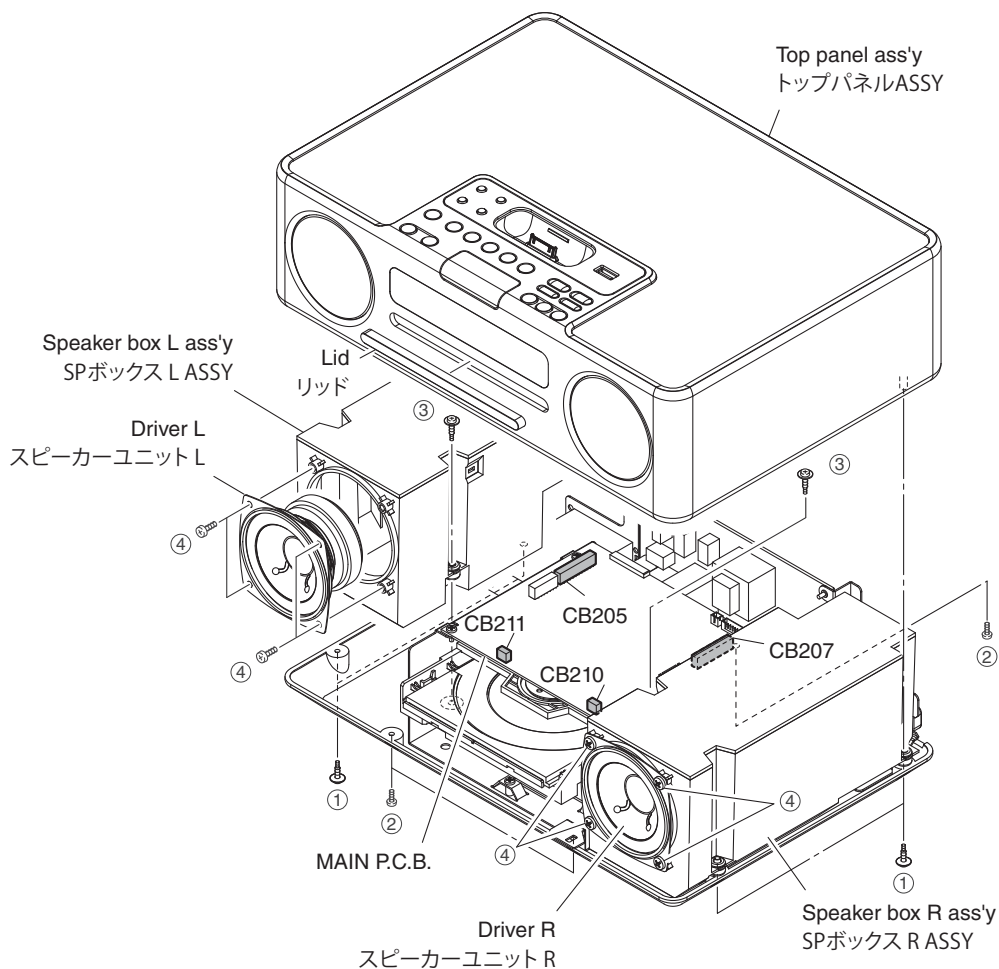

Fig. 2
- Remove 4 screws (①) and 3 screws (②). (Fig. 2)
- Pull up the top panel ass'y gradually. (Fig. 2)
- Remove CB205 and CB207. (Fig. 2)
- Remove the top panel ass'y. (Fig. 2)
- Remove screw (③). (Fig. 2)
- Remove CB211. (Fig. 2)
- Remove the speaker box L ass'y. (Fig. 2)
- Remove 4 screws (④). (Fig. 2)
- Remove the driver L. (Fig. 2)
- ①のネジ4本、②のネジ3本を外します。(Fig. 2)
- トップパネルASSYをゆっくり持ち上げます。(Fig. 2)
- CB205、CB207を外します。(Fig. 2)
- トップパネルASSYを取り外します。(Fig. 2)
- ③のネジ1本を外します。(Fig. 2)
- CB211を外します。(Fig. 2)
- SPボックスL ASSYを取り外します。(Fig. 2)
- ④のネジ4本を外します。(Fig. 2)
- スピーカーユニットLを取り外します。(Fig. 2)